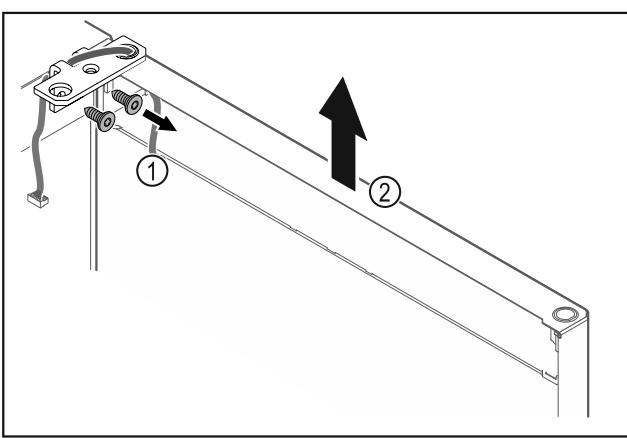

Fig. 19
- Deșurubați Fig. 19 (1) colțarul balamalei.
- Ridicați ușa inclusiv colțarul balamalei Fig. 19 (2) aproximativ 200 mm drept în sus și detaşați-o.